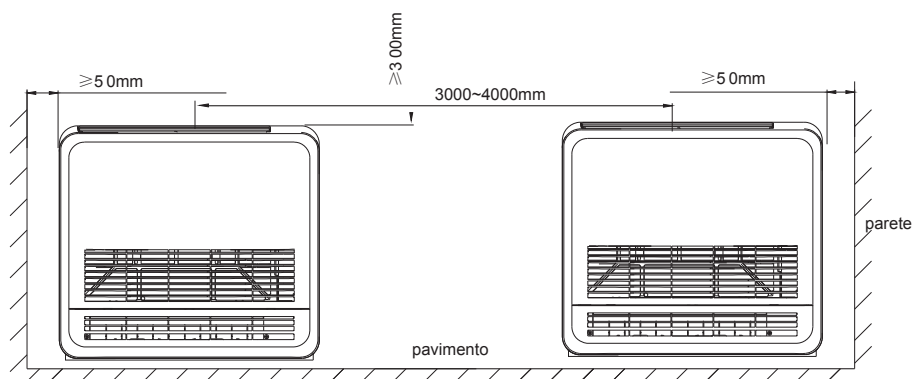

Fig. 4.1 Spazio per l'installazione e il servizio
• Installare l'unità interna con uno spazio adeguato attorno ad essa per il funzionamento e il servizio, come mostrato in Fig. 4.1